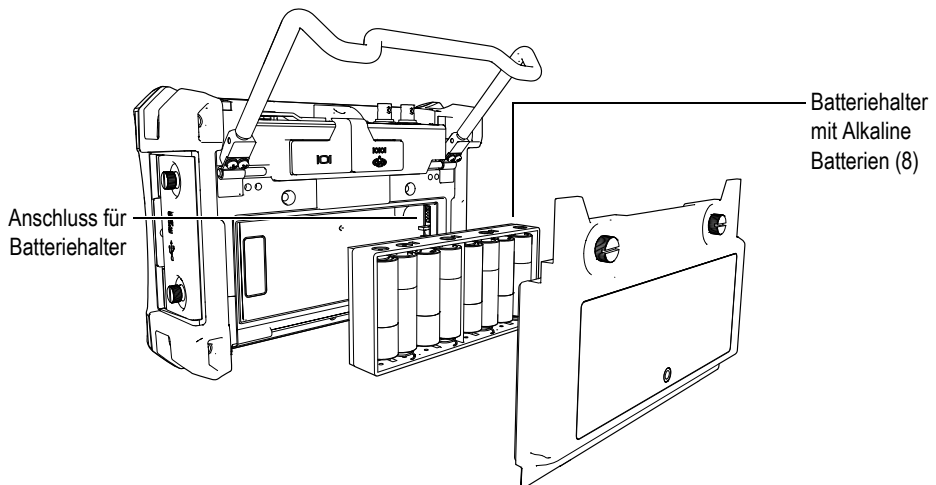

Abbildung 1-11 Halter für Alkaline Batterien
6. Den Batteriehalter in das Akkufach einsetzen (siehe Abbildung 1-11 auf Seite 33).